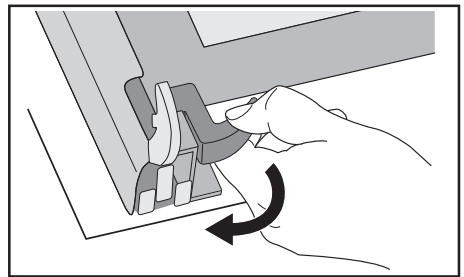

Abb. 9
- betätigen Sie zum Entfernen der Innenscheiben das Verriegelungssystem (Abb. 9);